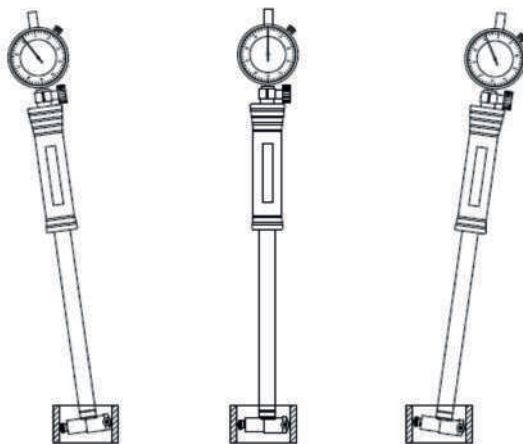

рис. 1
(1) Установите размер: Выберите датчик, удлинительный стержень и шайбу в соответствии с размером заготовки, затем установите их, как показано на следующих рисунках, пожалуйста, убедитесь, что каждая деталь установлена устойчиво. Используйте гаечный ключ, чтобы затянуть датчик, если расстояние составляет менее 35 мм. Нажмите на контактную точку несколько раз после установки, стрелка индикатора перемещается плавно, гибко.
(2) Установите калибровочный размер: выберите установочное кольцо, внешний микрометр или стандартное отверстие с известным диаметром и точностью, протрите измерительные поверхности мягкой тканью.
(3) Установите ноль (в качестве установочного кольца для примера): Вставьте калибр отверстия в установочное кольцо и слегка покачайте калибр отверстия (рис. 1), чтобы найти "точку поворота" указателя. Ослабьте стопорный винт ободка и поверните ободок так, чтобы "нулевая линия" совпала с "точкой поворота", затем затяните стопорный винт ободка. Несколько раз слегка покачайте калибр отверстия, чтобы убедиться, что "нулевая линия" совпадает с "точкой поворота".